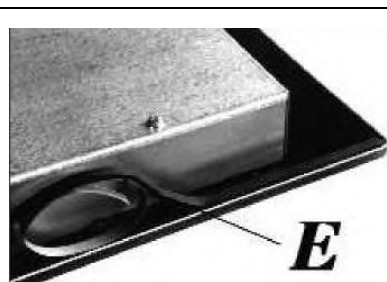

FIG.11
- Vuelque la placa de cocción y coloque correctamente el lado adhesivo de la junta "E" (fig. 11) debajo del borde de la misma de manera que el lado externo de la junta coincida perfectamente con el borde perimétrico externo del cristal. Los extremos de las tiras deben encajar sin solaparse.